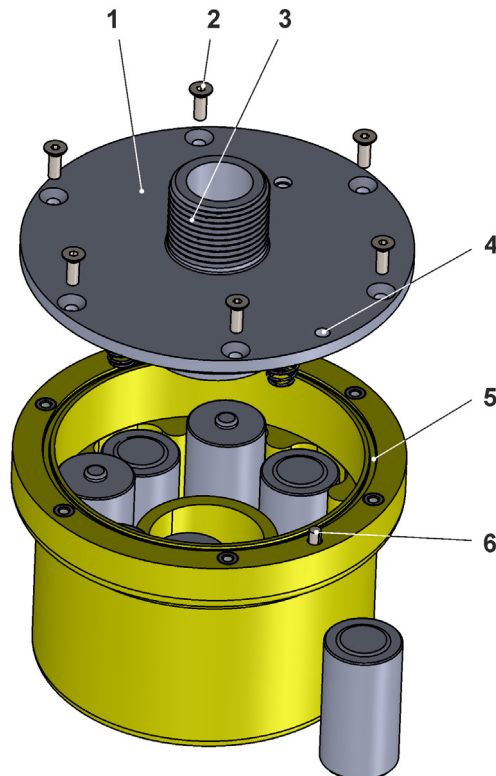

Abb. 23-1 Gehäuse öffnen / schließen
- Die Senkkopfschrauben Torx TX20 (6x) (Abb. 23-1 Pos. 2) sind frei zugänglich.
2. Senkkopfschrauben Torx TX20 (6x) (Abb. 23-1 Pos. 2) **schrittweise überkreuz** (hoher Gegendruck von innen durch die Batterien/Federn, deshalb **vor** dem Entfernen der beiden letzten Senkkopfschrauben mit der Hand **gegenhalten!**) am Gehäuse-/Batteriefachdeckel (Abb. 23-1 Pos. 1) herausdrehen.
1. Dichtung am Gehäuse (Abb. 23-1 Pos. 5) überprüfen und ggf. reinigen.
2. Gehäuse-/Batteriefachdeckel (Abb. 23-1 Pos. 1) aufsetzen (Ausrichtbolzen (Abb. 23-1 Pos. 6) und zugehörige Bohrung (Abb. 23-1 Pos. 4) beachten) und mit den Senkkopfschrauben Torx TX20 (6x) (Abb. 23-1 Pos. 2) **schrittweise überkreuz** verschrauben (hoher Gegendruck von innen durch die Batterien/Federn).